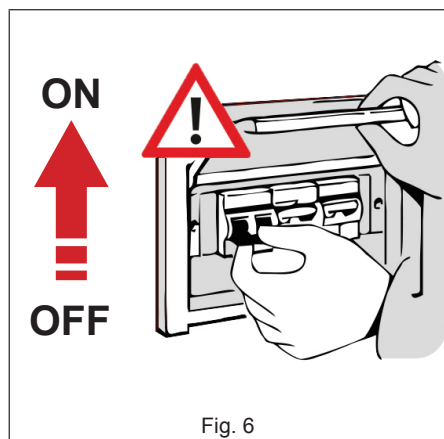

Fig. 6
- Si está presente, lleve el magnetotérmico de protección situado antes de la toma de corriente a posición “ON” (Fig. 6).